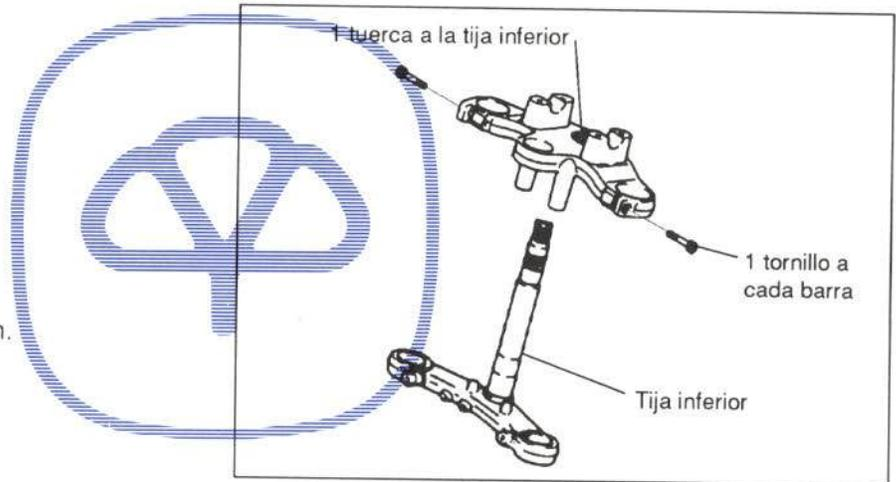

Figura 26.- Fijación de la tija superior
En la figura 26 se muestra su fijación.
- Tija superior (figura 26)